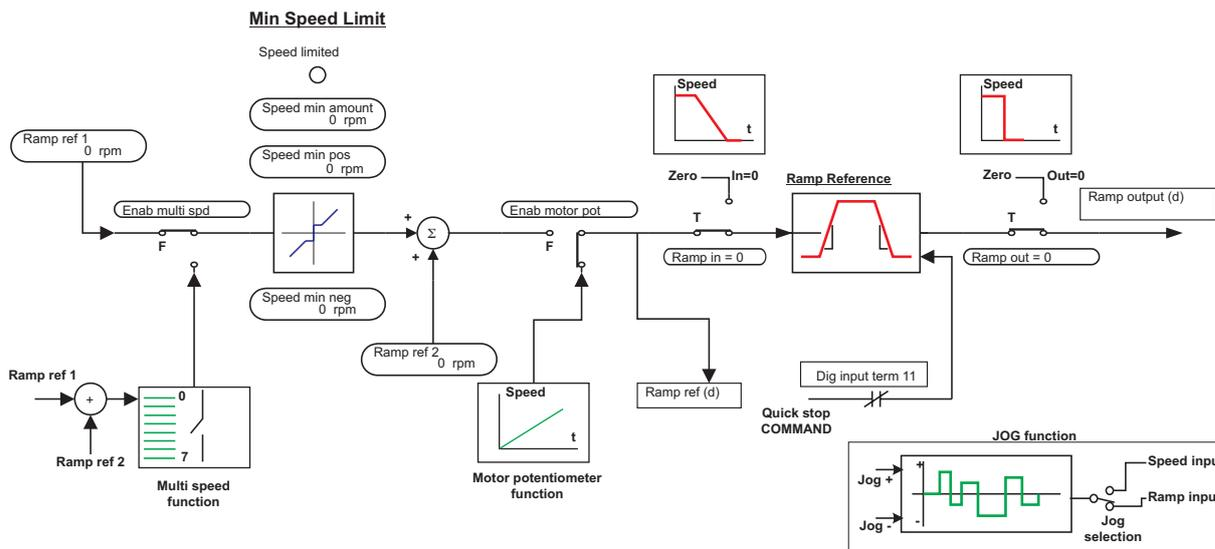

Figure 2.5.1.1 Référence à la rampe
- Ramp ref 1** Première référence pour la rampe. La valeur insérée concorde avec le Facteur fonction.
- Ramp ref 1 (%)** Première référence pour la rampe, une valeur en pourcent de **Speed base value**.
- Ramp ref 2** Deuxième référence pour la rampe. La valeur insérée concorde avec le Facteur fonction.
- Ramp ref 2 (%)** Deuxième référence pour la rampe, une valeur en pourcent de **Speed base value**.
La référence compressive pour la rampe **Ramp ref** est le résultat de la somme des valeurs avec signe de **Ramp ref 1** et **Ramp ref 2** (voir figure 2.5.1.1).
- Exemple 1: **Ramp ref 1** = + 50% **Ramp ref 2** = + 30%
- Speed min pos** Règle la vitesse min., pour le sens de rotation horaire du moteur. Il n'est pas possible de descendre au-dessous de cette valeur, indépendamment de la référence réglée. La fonction opère sur l'entrée de la rampe (voir figure 2.5.1.1.). La valeur à introduire dépend du Facteur fonction.